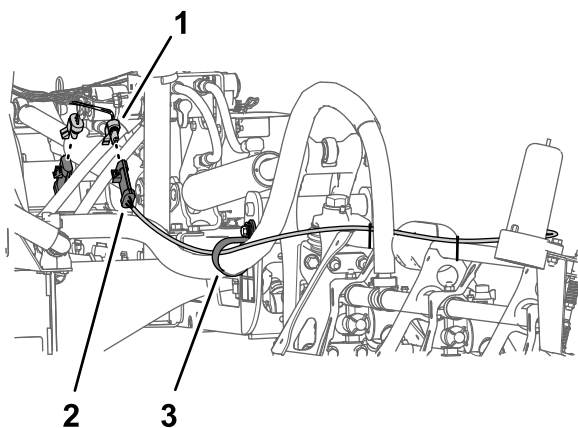

图26
1. 从机器线束的3插槽接头中断开超声波喷洒臂平行组件线束的3针接头图26。